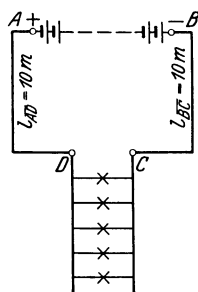

Abb. 20. Schaltung zu Aufgabe 81.
81. Fünf Elemente mit einer EMK von je 1,8 [1,9] V und je 0,2 [0,19]  $\Omega$  innerem Widerstand sind hintereinandergeschaltet. In einer Entfernung von 10 [12] m werden 4 [5] parallelgeschaltete Glühlampen von je 16 [20]  $\Omega$  Widerstand gebrannt. Die Verbindung wird durch die Kupferleitungen  $\overline{AD}$  und  $\overline{BC}$  hergestellt, deren Durchmesser 1,2 mm beträgt. Abb. 20 zeigt die Schaltung.